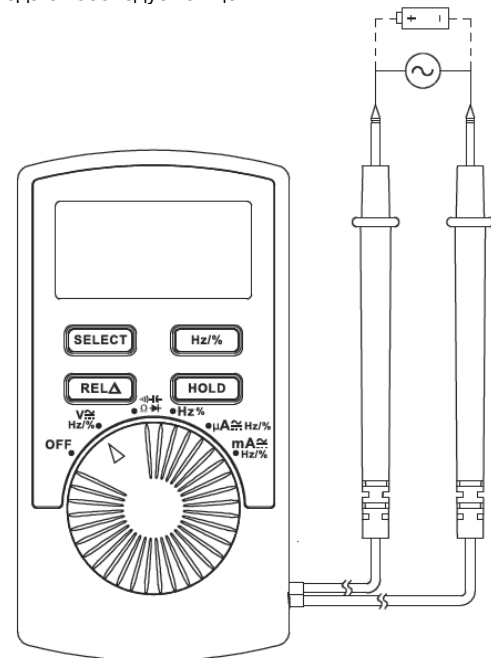

Рисунок 2
5.1. Измерение постоянного напряжения (см. рисунок 2)
5.2. Измерение переменного напряжения (см. рисунок 2)